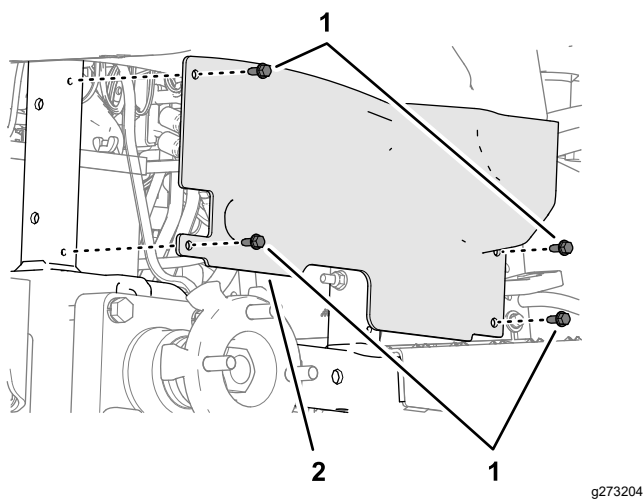

图 30
3. 拆下将车轮护罩固定到机器机架上的 4 个凸缘平头螺丝 $\frac{1}{4} \times \frac{5}{8}$ 英寸图 30。